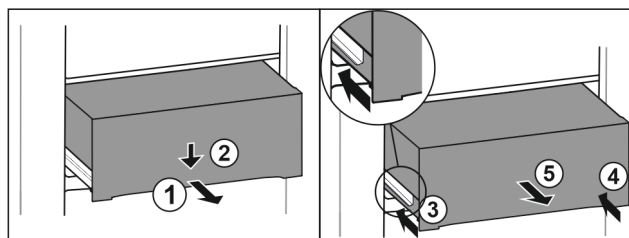

Fig. 163
- Lade er half uittrekken. Fig. 163 (1)
- Schuiflade aan de voorzijde omlaag drukken. Fig. 163 (2)
- Linker rail ca. 2 cm inschuiven. Fig. 163 (3)
- Rechter rail ca. 2 cm inschuiven. Fig. 163 (4)
- Lade naar voren toe verwijderen. Fig. 163 (5)